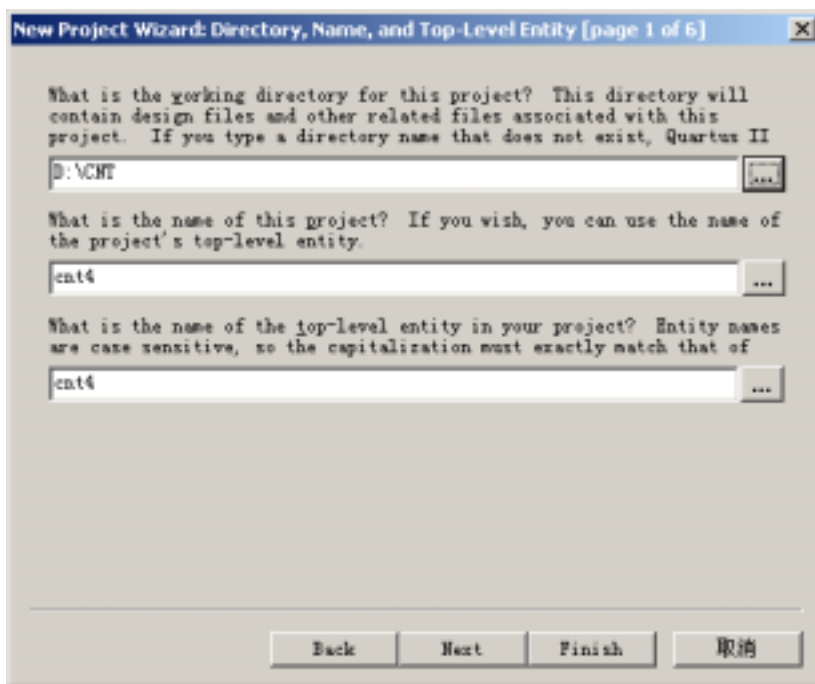
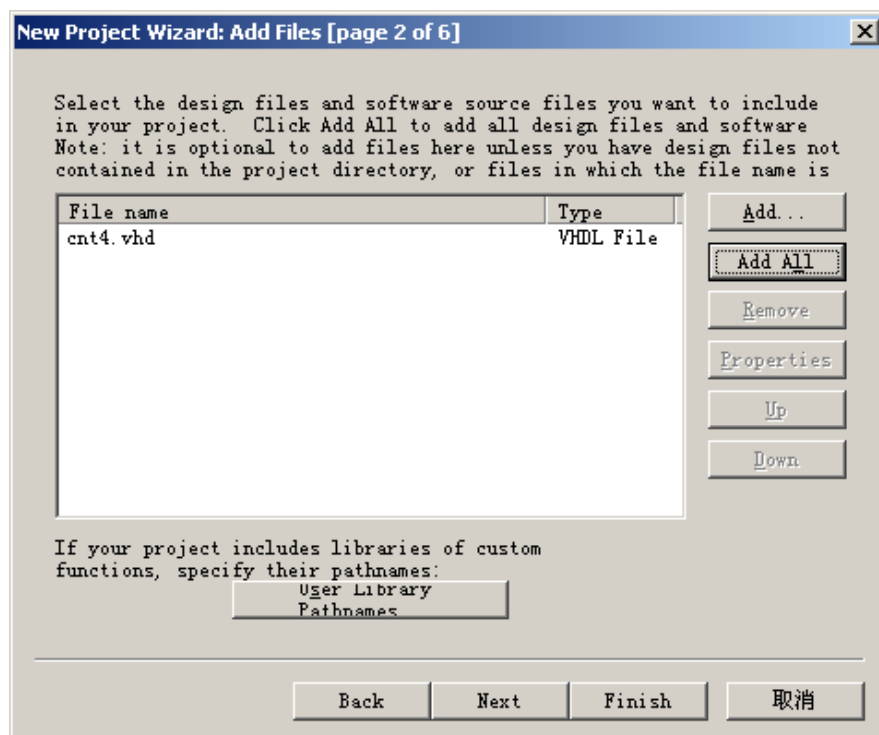

图 2-4 利用 New Project Wizard 创建工程 cnt4
图 2-5 将相关文件加入工程
(1) 打开建立新工程管理窗。选择菜单“File” “New Project Wizard”，即弹出工程设置对话框(如图 2-4 所示)。单击此对话框最上一栏右侧的“...”按钮，找到文件夹 D:\CNT，选中文件 cnt4.vhd(一般应设顶层设计文件为工程)，在单击“打开”按钮，即可出现图 2-4 所示的设置情况。其中第一行的 D:\CNT 表示工程所在的工作库文件夹；第二行的 cnt4 表示此项工程的工程名，此工程名可以取任何名字，一般直接用顶层文件的实体名作为工程名；第三行是顶层文件的实体名，这里即为 cnt4。
(2) 将设计文件加入工程。单击图 2-4 中的 Next 按钮，在弹出的对话框中单击 File 栏的按钮，将与工程相关的所有 VHDL 文件加入此工程，即得到如图 2-5 所示的情况。将工程文件加入的方法有 2 种：
(3) 选择综合器和仿真器类型。单击图 2-5 中的 Next 按钮，这时弹出的窗口是选择仿真器和综合器类型，如果都选择默认的“NONE”，表示都选 QuartusII 中自带的仿真器和综合器。在此都选择默认项“NONE”。